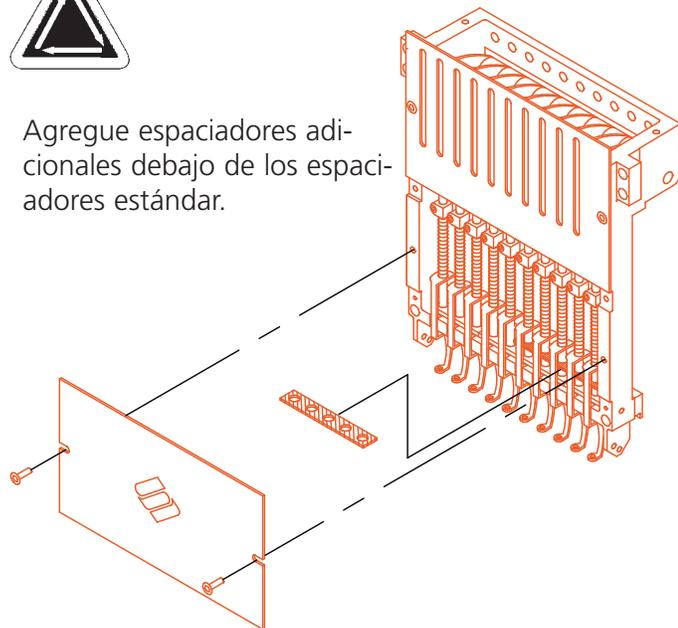

Figura 3-12
Las placas de agujas elevadas pueden mejorar la calidad del bordado en las gorras. Cuando estén instalados los bastidores para gorras, la curva del bastidor deja espacio demás entre la gorra y la placa de agujas. Para eliminar este espacio y asegurar un bordado de alta calidad, un operador o encargado de mantenimiento capacitado debe instalar las placas de agujas elevadas siguiendo el procedimiento descrito a continuación. Vea la figura 3-12.
6. Usando un pequeño destornillador de hoja plana, empuje el espaciador estándar hasta la parte superior del ensamblaje del impulsor del prensatela (vea la figura 3-12).